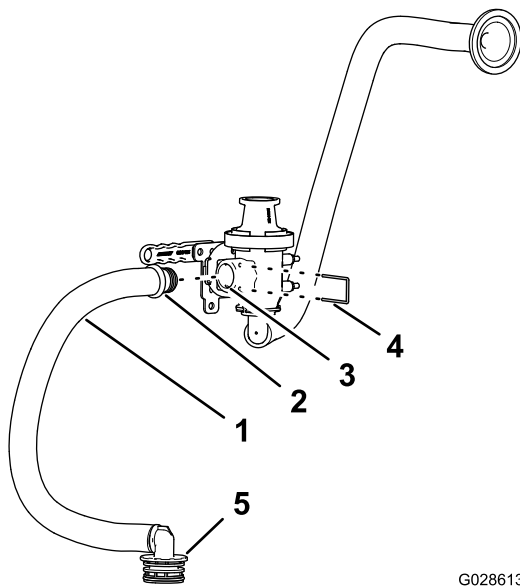

Figure 19
- Placez le raccord droit du flexible de dérivation du mélangeur dans l'orifice latéral de la vanne de mélange (Figure 19).
6. Fixez le raccord droit à la vanne à l'aide du dispositif de retenue (Figure 19).